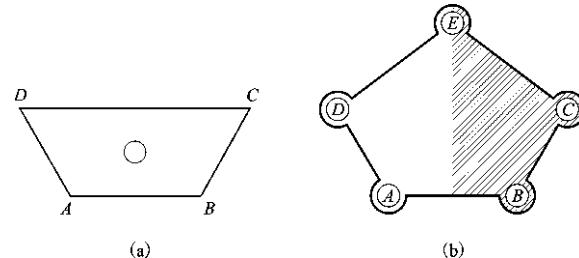

图 1-141 习题 10
10. 以图 1-141(a)图中的四边形及圆为基准，通过编辑命令完成图，其中：E 点为 CD 线中点垂直向上位伸 80 mm；小圆半径相等，大圆弧比小圆半径大 6 mm；轮廓线线宽为 3 mm；填充图案。完成后的图形如图 1-141(b)所示。